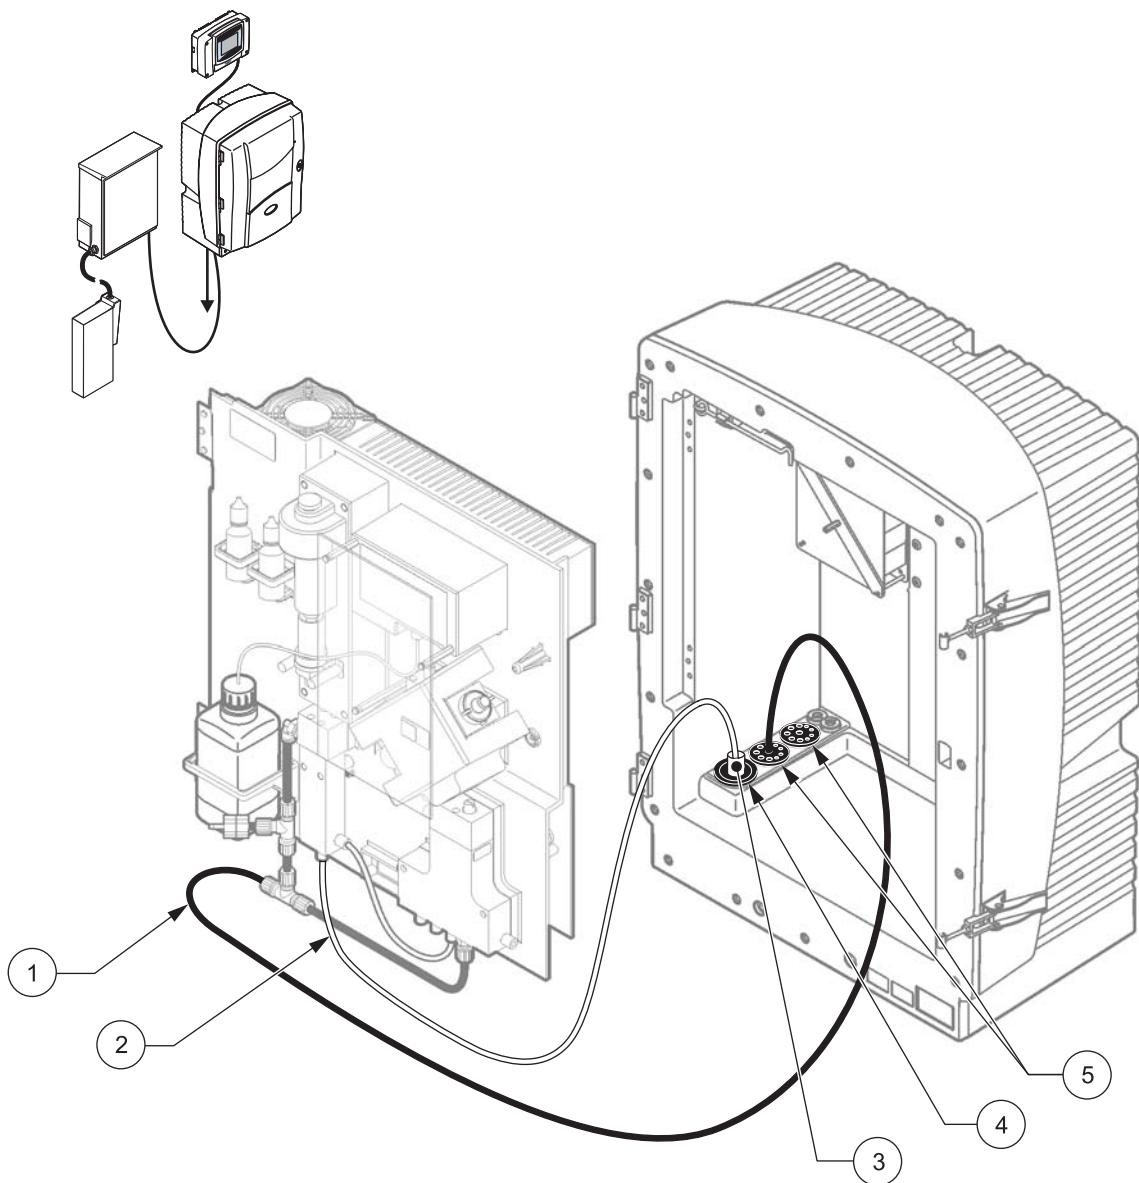

图 30 选项 8a 设置
请参考 图 30 以及选项 8a 的以下说明：
2. 通过分析器开口从 FILTRAX 引出加热的软管（图 30, 项目 3）。使用 1 号密封塞加固。